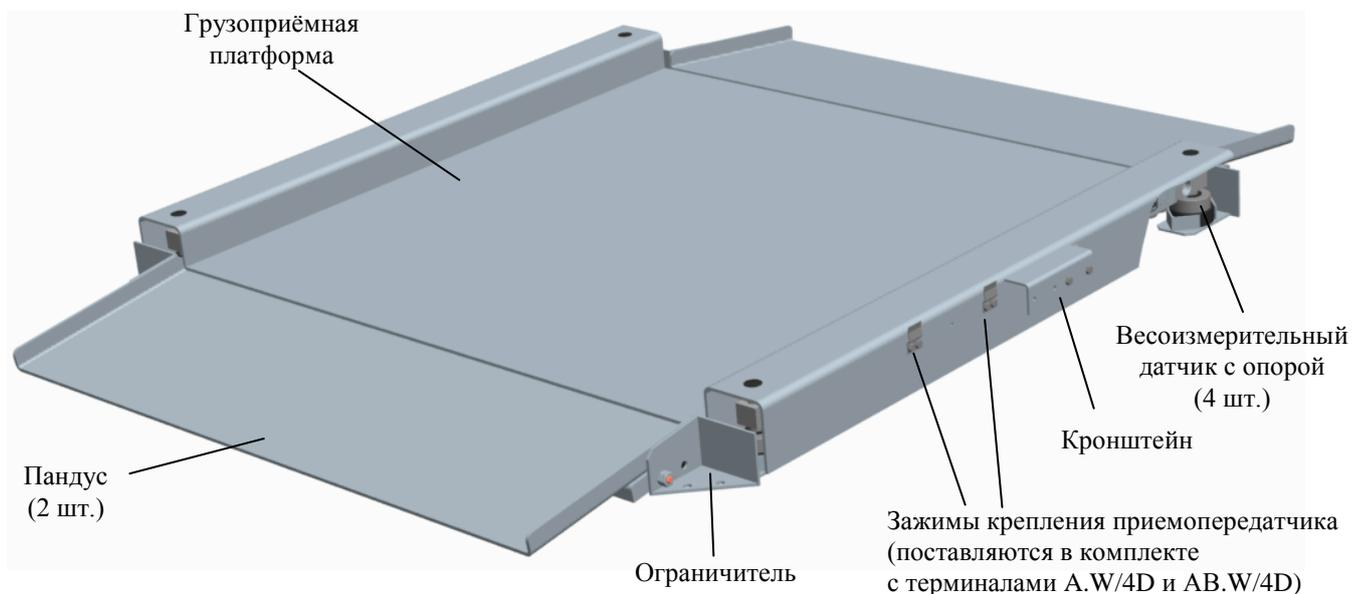

Рис. 4.1- Модуль взвешивающий 4D-LA_
4.1 Модуль состоит из весовой платформы, на которой установлены четыре цифровых весоизмерительных датчика, и пандусов (Рис. 4.1).